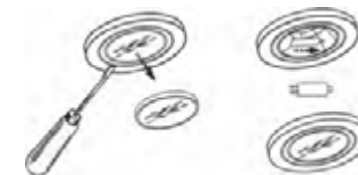

рис. 14
- 8.6 Замену галогенной лампы (рис. 14) производите в следующей последовательности: